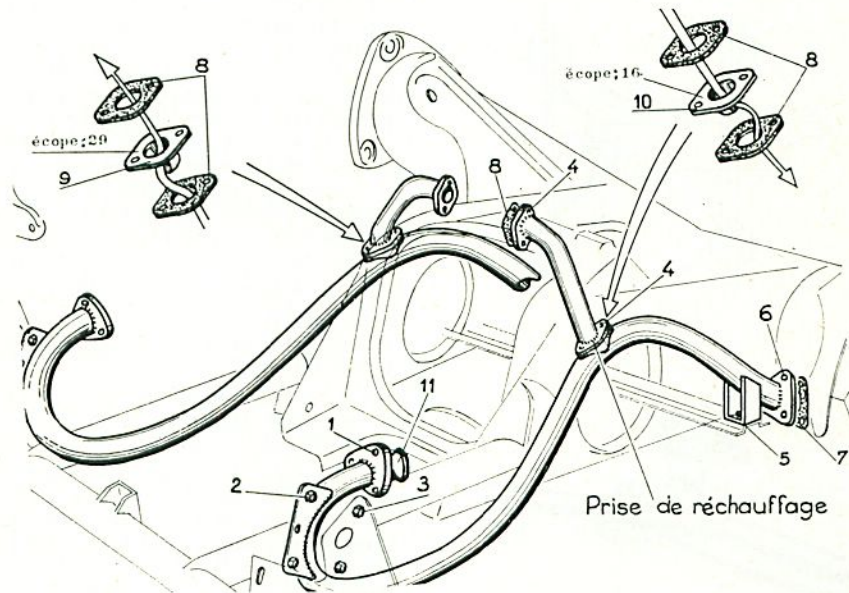

Figure 33.
— Dépose (fig. 33). Après avoir coupé le circuit électrique :
Remarque : Attention à la position du déflecteur (voir fig. 33). Le déflecteur est intercalé entre deux joints (8).